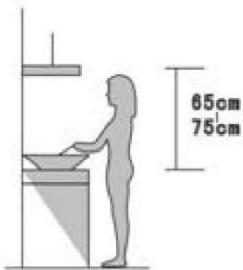

FIG1
2. Os exaustores devem ser colocados a uma distância de 65-75 cm da superfície para cozinhar para obter um melhor resultado. Ver Fig. 1